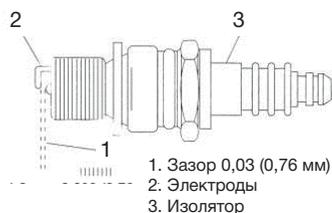

Рисунок 42
4. Проверьте зазор между электродами при помощи щупа и при необходимости отрегулируйте его, зазор должен находиться в пределах 0,030 (0,76 мм). См. Рисунок 42.